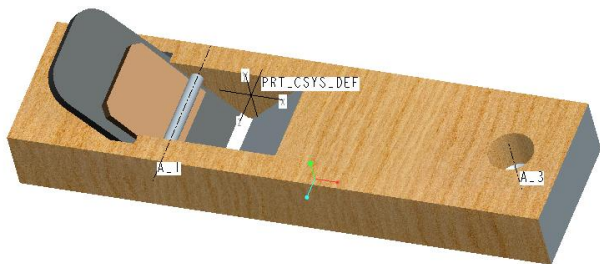

図 4-103 楔形板の着色
- この色を cutter にする 図 4-103
- 楔を真鍮とすると外観ギャラリーのライブラリの「bronze」を選ぶ、操作は先と同じになる。この色を cutter にする 図 4-103